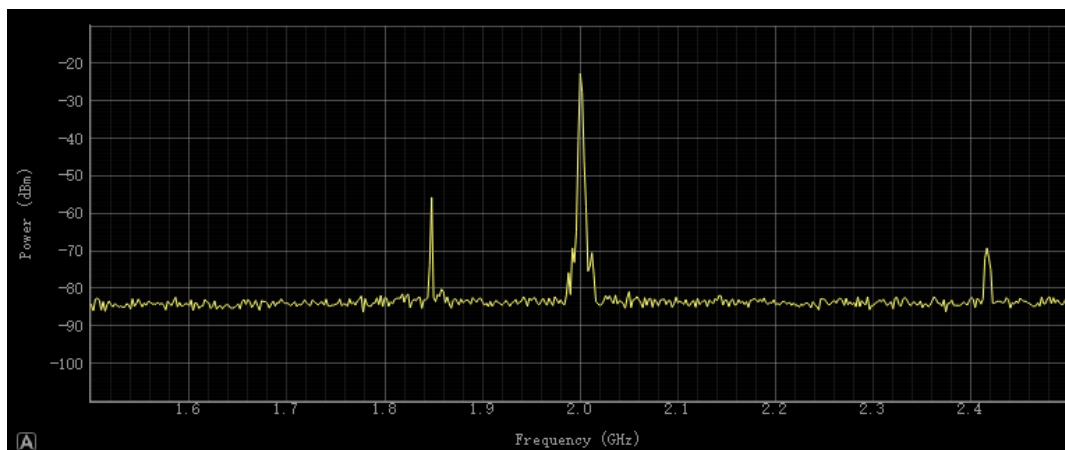

图 4-5
3. 假设设置中心频率为 2GHz，扫宽为 1GHz,频谱图答题界面应该如图 4-5 所示。